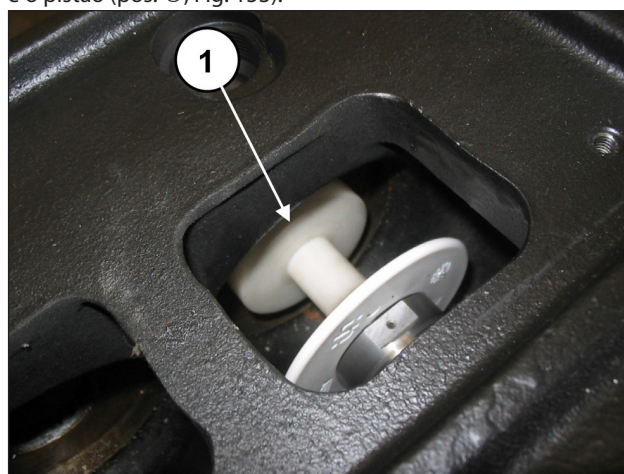

Fig. 153
Gire manualmente o eixo, de modo a trazer os três pistões progressivamente na posição de ponto morto superior e insira a ferramenta do tampão, cód. 27516600 entre a guia do pistão e o pistão (pos. ①, Fig. 153).